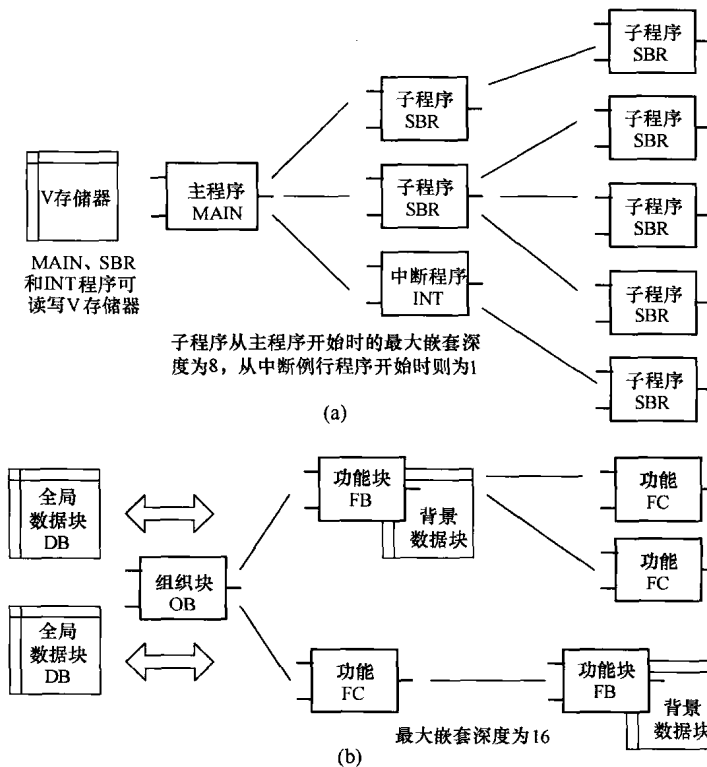

图 1-4 S7-200 和 S7-1200 的程序结构
SIMATIC S7-200 系列 PLC 的程序块类型包括主程序 (MAIN)、子程序 (SBR)、中断程序 (INT) 和 V 存储器，主程序、子程序和中断程序可读写 V 存储器，所有程序块共用一个通用数据块，在别的项目中不可重复；SIMATIC S7-1200 系列 PLC 的程序块类型与 SIMATIC S7-300 系列 PLC 相同，包括组织块 (OB)、功能块 (FB)、功能 (FC) 和全局数据块 (DB)，功能块 (FB) 有一个用于临时存储数据的背景数据块，STEP 7 Basic 可以使用单个背景数据块和多重背景数据块，程序块高度模块化，可以重复利用。一个功能块 (FB) 可以被多次调用，如用于控制执行机构；一种功能块 (如 FB “Motor”) 可以控制多个单元 (驱动器)，不同执行机构的数据存储在不同的实例数据库中。在中断结构方面，SIMATIC S7-200 系列 PLC 仅在程序运行期间连接和断开中断事件与中断程序的连接。SIMATIC S7-1200 系列 PLC 可以在组态或运行期间将中断事件连接到组织块 (OB)，并可以使用多个可选的启动组织块 (OB) 和延时组织块 (OB) 处理中断事件。SIMATIC S7-300 系列 PLC 只有一个启动组织块、两个时间组织块、一个过程组织块以及 2 个编程错误组织块。S7-1200 系列 PLC 的程序结构也与 S7-300 系列 PLC 相同。S7-200 系列 PLC 和 S7-1200 系列 PLC 的程序结构如图 1-4 所示。